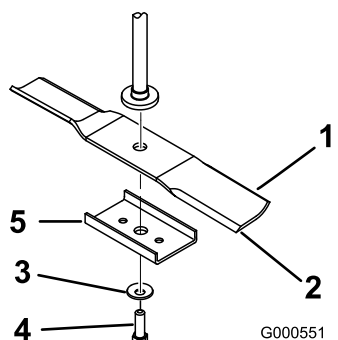

Figure 54
Tenez la lame à son extrémité avec un chiffon ou un gant épais. Enlevez de l'axe, le boulon, la rondelle bombée, le renfort et la lame (Figure 54).
2. Montez le renfort, la rondelle bombée (face concave vers la lame) et le boulon de lame (Figure 54).
1. Placez la lame sur l'axe (Figure 54).